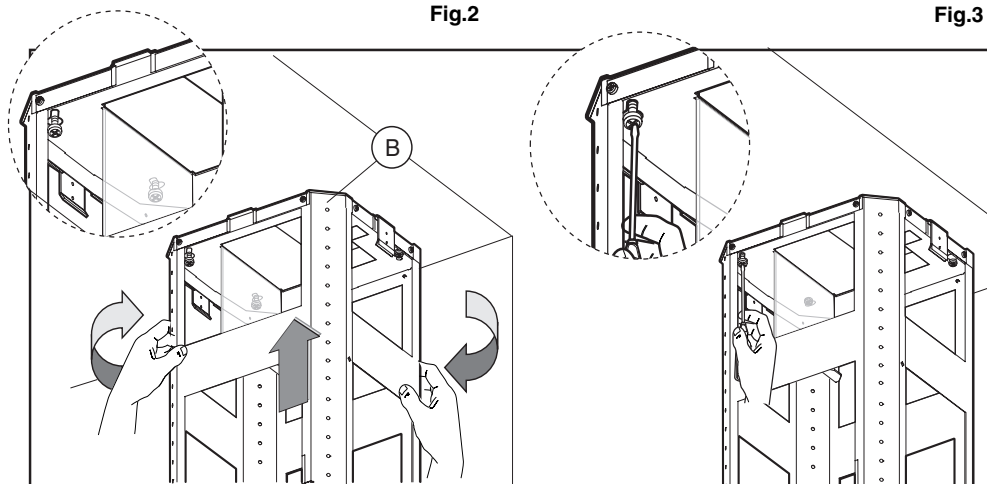

Fig.4
- Prendre la partie supérieure de la structure **B** (fig.4) et l'insérer sur les 3 vis pas vissées complètement correspondant avec les 3 orifices fendus.
- Faire une petite rotation pour l'encastrement (fig.4) .